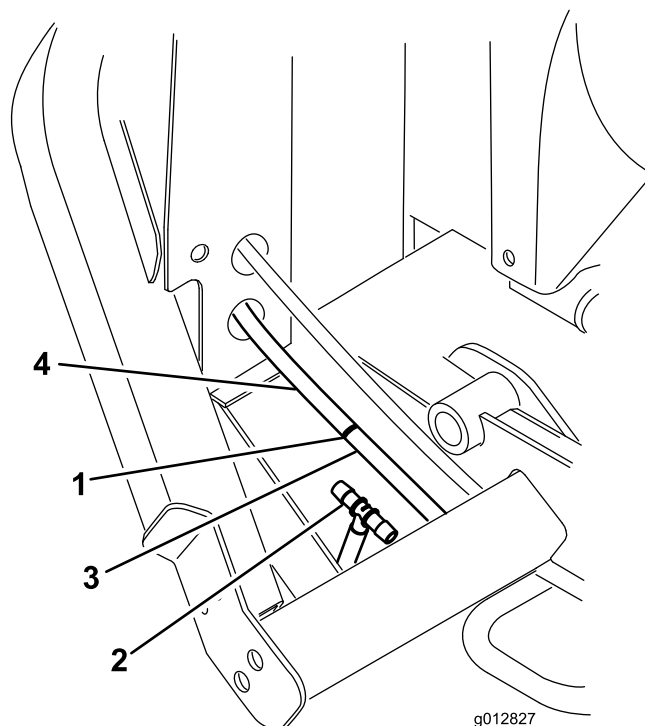

Рисунок 17
- B. Отмерьте приблизительно 12,7 см от рамы радиатора и отрежьте шланг линии возврата маслоохладителя (**Рисунок 17**).